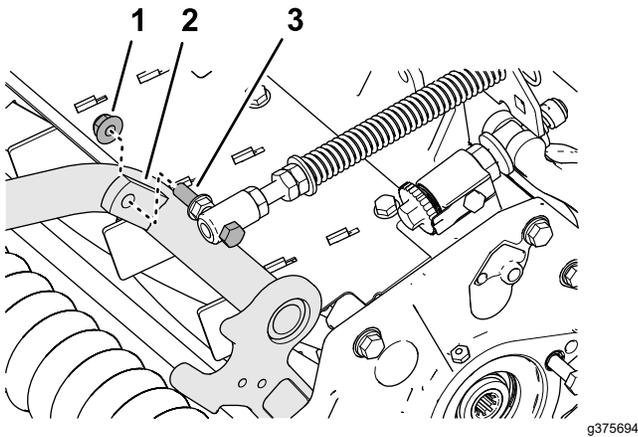

Figura 13
4. Monte el tornillo del muelle de compensación del césped en la pestaña derecha del bastidor de tiro (Figura 13) con la contratuerca con arandela prensada ($\frac{3}{8}$ ").